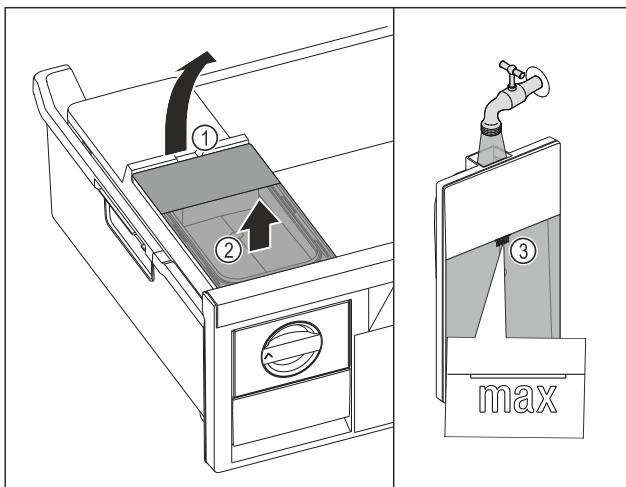

Fig. 180
- Soulever le réservoir d'eau par l'encoche Fig. 180 (1).
- Retirer le réservoir d'eau par le haut. Fig. 180 (2)
- Remplir le réservoir d'eau potable jusqu'au repère Fig. 180 (3).